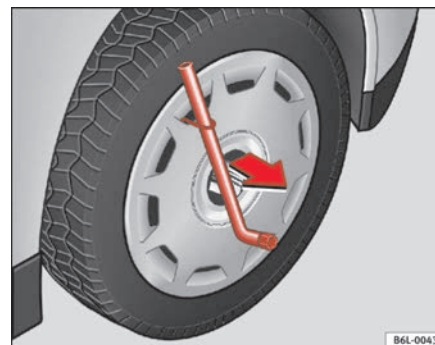

Fig. 140 Retirar embellecedor integral
- Retire el embellecedor integral de la rueda con el gancho de alambre. ⇒ **fig. 140**.